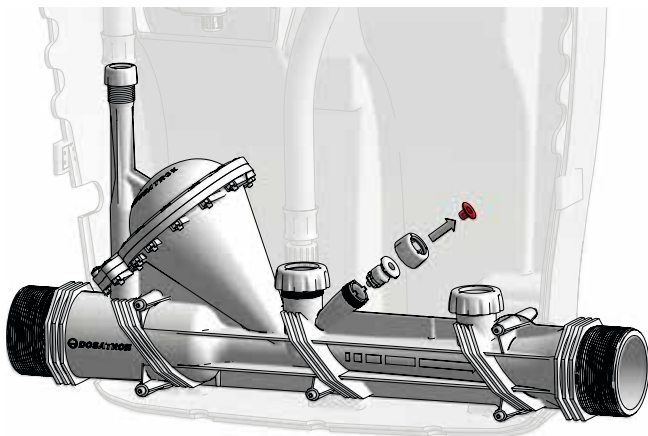

Fig. 10
- Il rétablit automatiquement la pression atmosphérique dans l'installation en cas de dépression accidentelle* (**Fig. 10**).